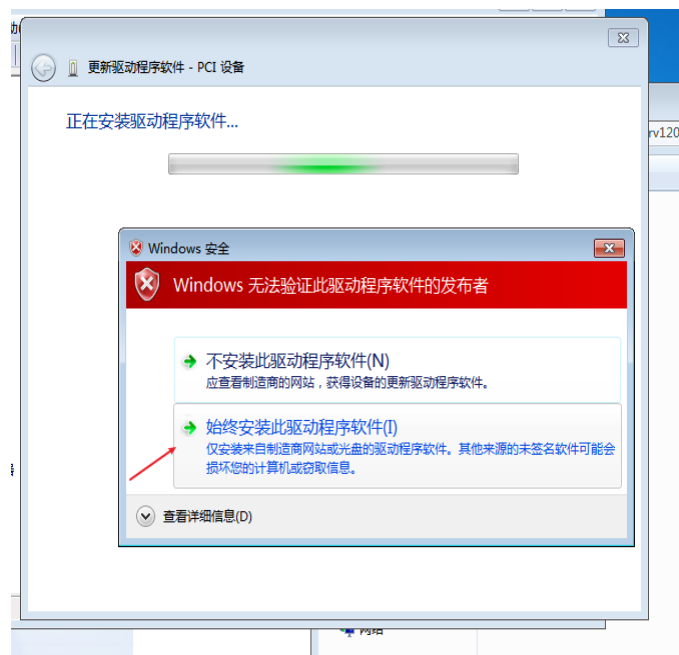

图 5-8 安全提示
- 7) 若系统弹出如图 5-8 所示的安全提示对话框，请选择“始终安装此驱动程序软件 (I)”，并继续安装；